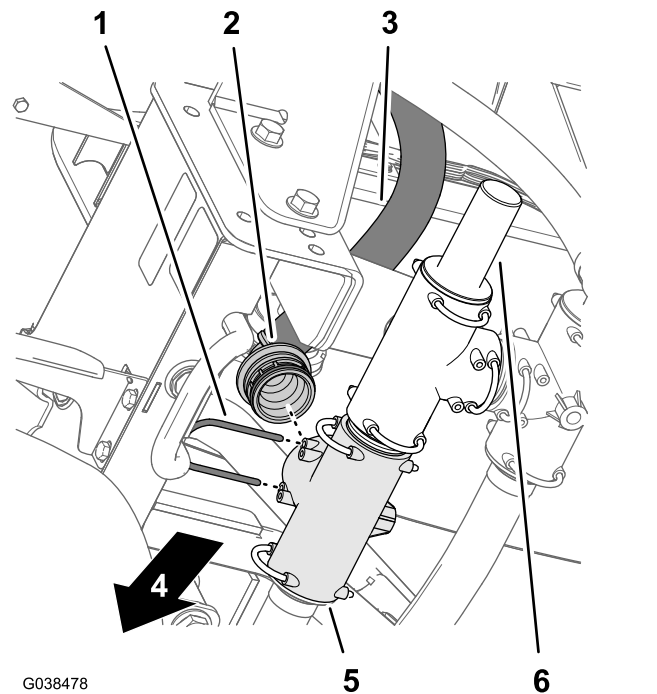

Figura 75
4. Montate il raccordo dentellato a 90° del flessibile di alimentazione dell'irroratrice nel raccordo a T anteriore sinistro (Figura 75).